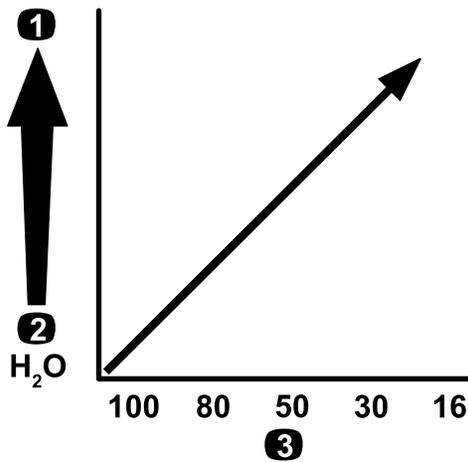

Figure 23
**Important:** Si vous pulvérisez des produits chimiques de viscosité plus élevée (plus épais) ou des solutions avec poudres mouillables, vous devrez peut-être utiliser un maillage plus grossier pour le filtre sous pression en option ; voir Figure 23.